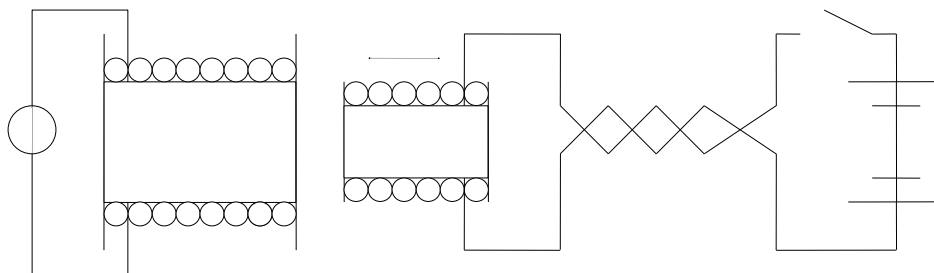

Рис. 10 Электрическая схема для проверки законов электромагнитной индукции
3. Собрать электрическую цепь по схеме (рис. 10).
4. К катушке имеющей большее количество витков, подключить гальванометр, а к катушке имеющей меньшее количество витков четыре первичных элемента, соединенных последовательно (рис. 10) замкнуть выключатель. Катушку с током вводить и выводить из катушки, соединенной с гальванометром